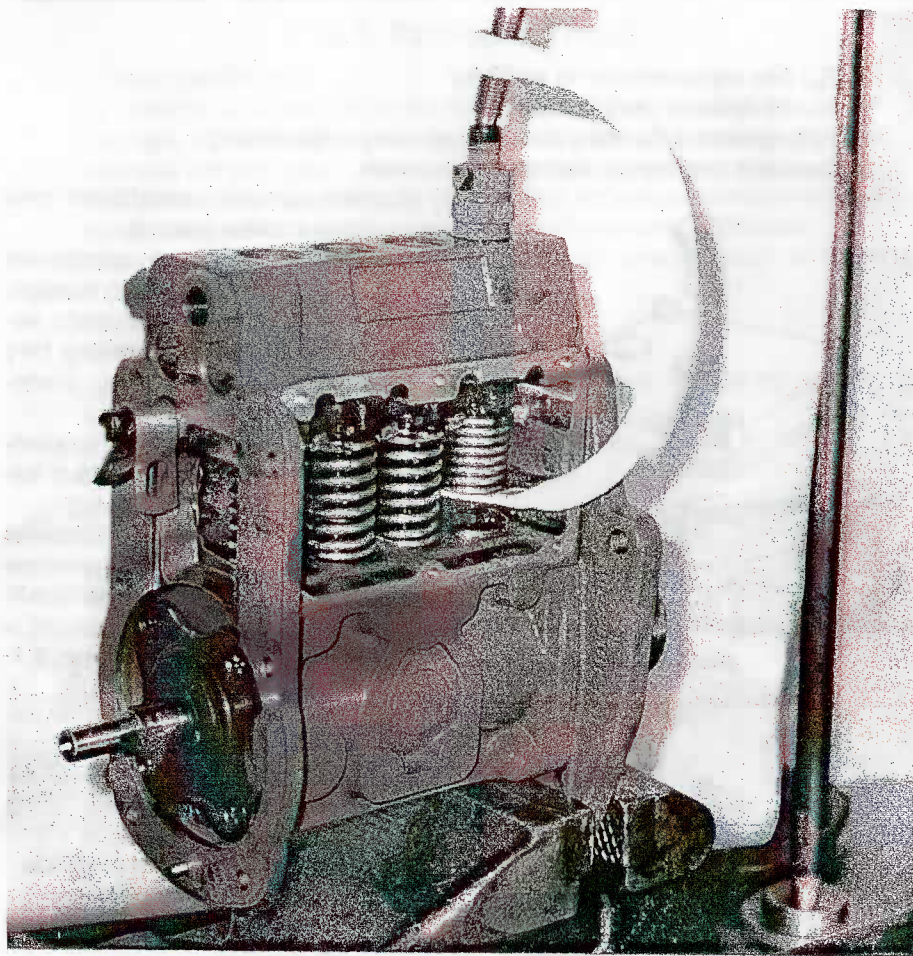

рис. 2.8
- установите вилку съемника между тарелкой и пружиной плунжера, а винт съемника в конус штуцера нагнетательного клапана рис. 2.8.